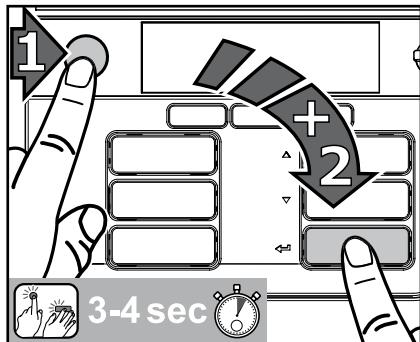

Рис. 24
1. Нажать сначала кнопку СТОП, затем - кнопку ввода ← и одновременно удержать обе кнопки нажатыми 3-4 секунды, чтобы перейти в режим очистки. (Рис. 24)